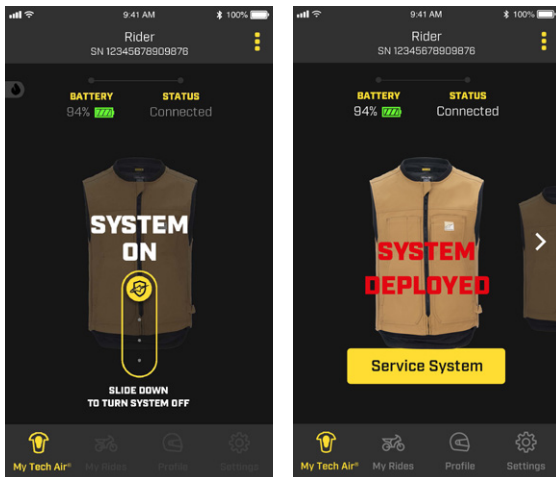

图 19
在骑行过程中，“系统开启”模式处于激活状态，因此出于安全考虑，用户无法使用应用程序的大部分功能。如果用户需要关闭系统，例如在激烈的越野骑行过程中，可以使用 App 上的滑动图标关闭系统（如图 19 所示）。要重新激活，请打开和关闭激活拉链 (1)。
如图 19 所示，部署完成后，App 将显示相关状态，并带有“SYSTEM DEPLOYED（系统已部署）”字样。